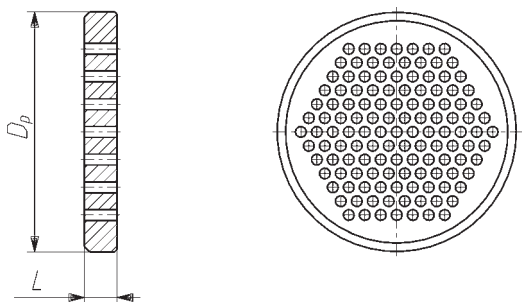

Fig. 3
2. Plăci de amortizare la ieșirea robinetului și/sau în interiorul reducăției (fig. 3, 4 și tabelul 7)